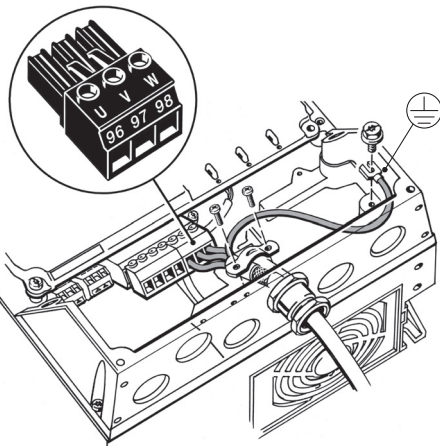

Fig. 22 Conexión del motor (carcasas A4 y A5)
1. Conecte el conductor de aterrizaje a la terminal 99 (PE). Consulte la fig. 22.
2. Conecte los conductores del motor a las terminales 96 (U), 97 (V) y 98 (W) del enchufe del motor.